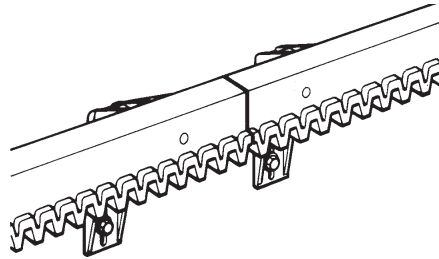

Fig. 9A
- 6 - Per l'utilizzo della cremagliera in nylon, art. ZE03 (Fig. 9A), forare il cancello con punta da 5,25 mm, e fissare la cremagliera con viti autofilettanti da 6,3 mm (fornite con la cremagliera).
- 6 - Für die Anwendung der Nylonzahnstange Art. ZE03 (Abb. 9A), das Tor mit einem 5,25mm Bohrer bohren und die Zahnstange mit 6,3mm selbschneidenden Schrauben (mitgeliefert mit der Zahnstange).
- 6 - To use the rack in nylon type ZE03 (Fig. 9A), bore the door with a 5.25mm drill, and fix the rack with 6,3mm selfthreading screws (supplied with the rack). To use the zinc plated rack type ZE07 (Fig. 9B), solder the couplings and fix the rack with the M8 screws (supplied with the rack) preceded by a washer.
- 6 - Para la utilización de la cremallera en nylon art. ZE03 (Fig. 9A) horadar la reja con punta de 5,25mm y fijar la cremallera con tornillos autofiletantes de 6,3 mm. (suministrados con la cremallera).
- 6 - Pour l'utilisation de la crémaillère en nylon art. ZE03 (Fig. 9A) percer la porte avec une pointe de 5,25mm et fixer la crémaillère avec vis autofiletantes de 6,3 mm. (fournies avec la crémaillère).
- 6 - Para a utilização da cremalheira em nylon art. ZE03 (Fig. 9A) furar o portão com uma broca de 5,25mm e fixar a cremalheira com parafusos de 6,3mm (fornecidos com a cremalheira).